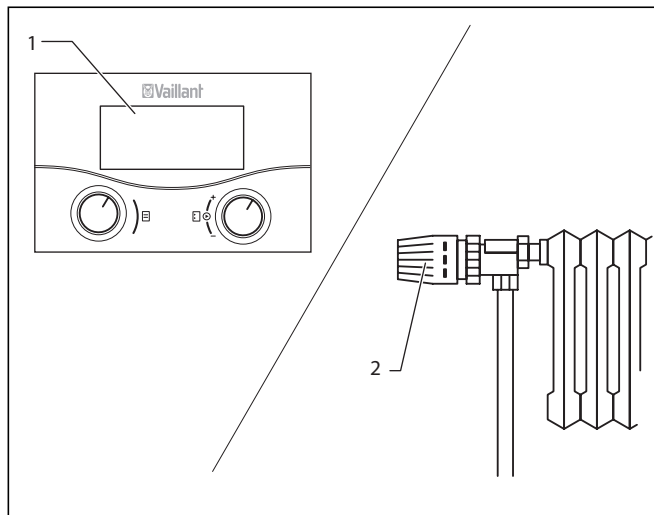

Fig. 6.10 Indstilling af rumtermostat/vejrkompen-
serende termostat (1) (Fig. 6.10) samt radiatorernes termostat-
ventiler (2) (Fig. 6.10) iht. de pågældende vejledninger